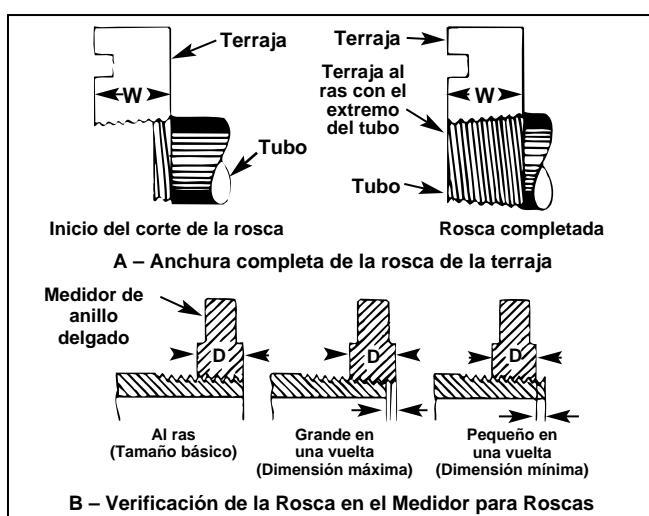

Figura 11 – Verificación de la longitud y profundidad
- Verifique la longitud y profundidad de la rosca. (Vea la Figura 11.)